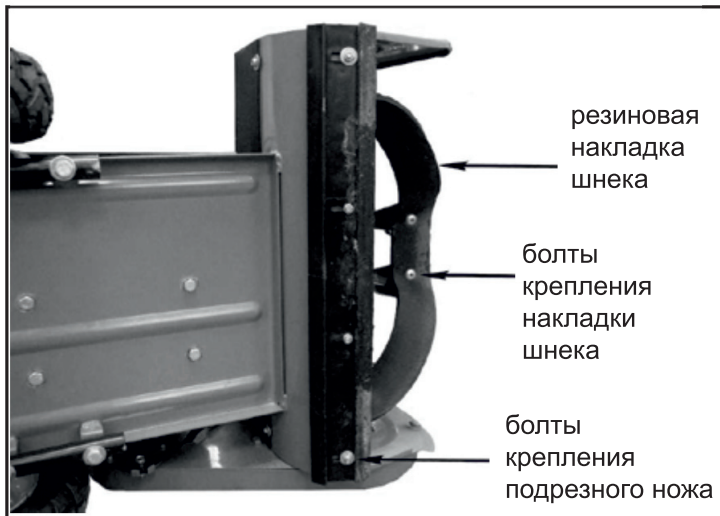

Рис. 25
11.9. Замена подрезного ножа (рис. 25)
11.10. Замена накладок шнека (рис. 25)